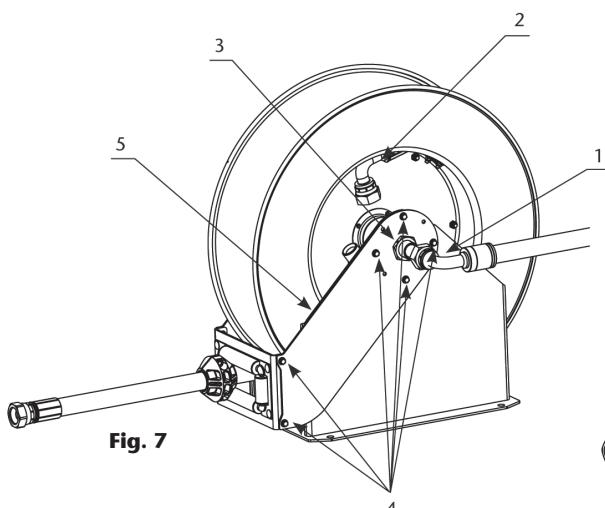

Fig. 7
1. Desconecte las mangueras en la acometida (1) y en la rótula (2) (fig. 7). En la rótula utilice dos llaves (fig. 4) para evitar dañar el eje.
2. Afloje el prisionero de la tuerca (3) y desenrosque dicha tuerca.
- 1.** Déconnecter le flexible dans de l'axe central (1) et de la rotule (2) (fig. 7). Utiliser deux clés pour la rotule (fig. 4) pour éviter d'endommager l'axe.
- 2.** Desserrer l'écrou prisonnier (3) et le retirer.
- 3.** Dévissez les vis (4) et retirer le bras (5).
1. Lösen Sie die Schlauchverbindungen am Schlaucheingang (1) und am Drehgelenk (2) (Abb. 7). Benutzen Sie zwei Schlüssel beim Drehgelenk, damit die Achse nicht beschädigt wird.
2. Lösen Sie die Stellschraube an der Mutter (3) und schrauben Sie die Mutter ab.